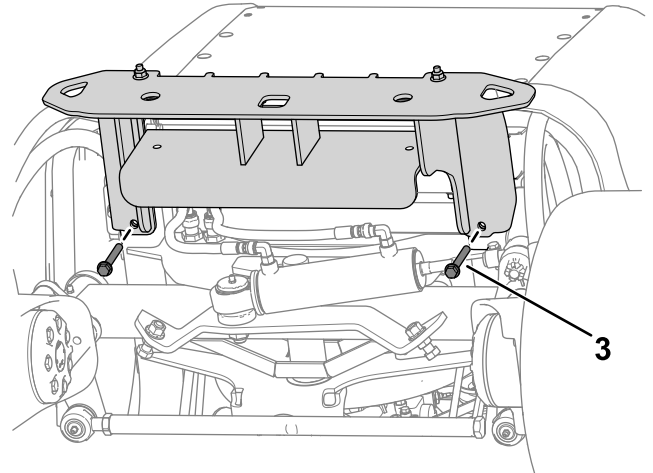

Figura 14
2. Utilizzate 4 bulloni ( $\frac{3}{8}$ " x  $3\frac{1}{4}$ " e 4 dadi ( $\frac{3}{8}$ " per fissare senza serrare la zona superiore del paraurti al telaio della macchina, come mostrato nella Figura 14.
3. Utilizzate 2 bulloni ( $\frac{3}{8}$ " x  $2\frac{3}{4}$ " e 2 dadi ( $\frac{3}{8}$ " per fissare senza serrare il paraurti sotto al telaio della macchina come mostrato nella Figura 14.